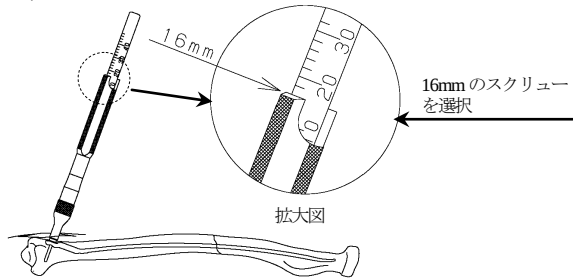

図 22
- 8) 2.0 ドリルスリーブ (A) を取り外します。手手的に取り外し難い場合は、ヘクスローブ 10 ドライバーを用いて取り外します。骨面とインプラントに浮きがないことを確認し、スクリューホールに 3.5 キャンセラスクリュー用デプスゲージを当て付け、ドリリング深さを計測します。(図 22)